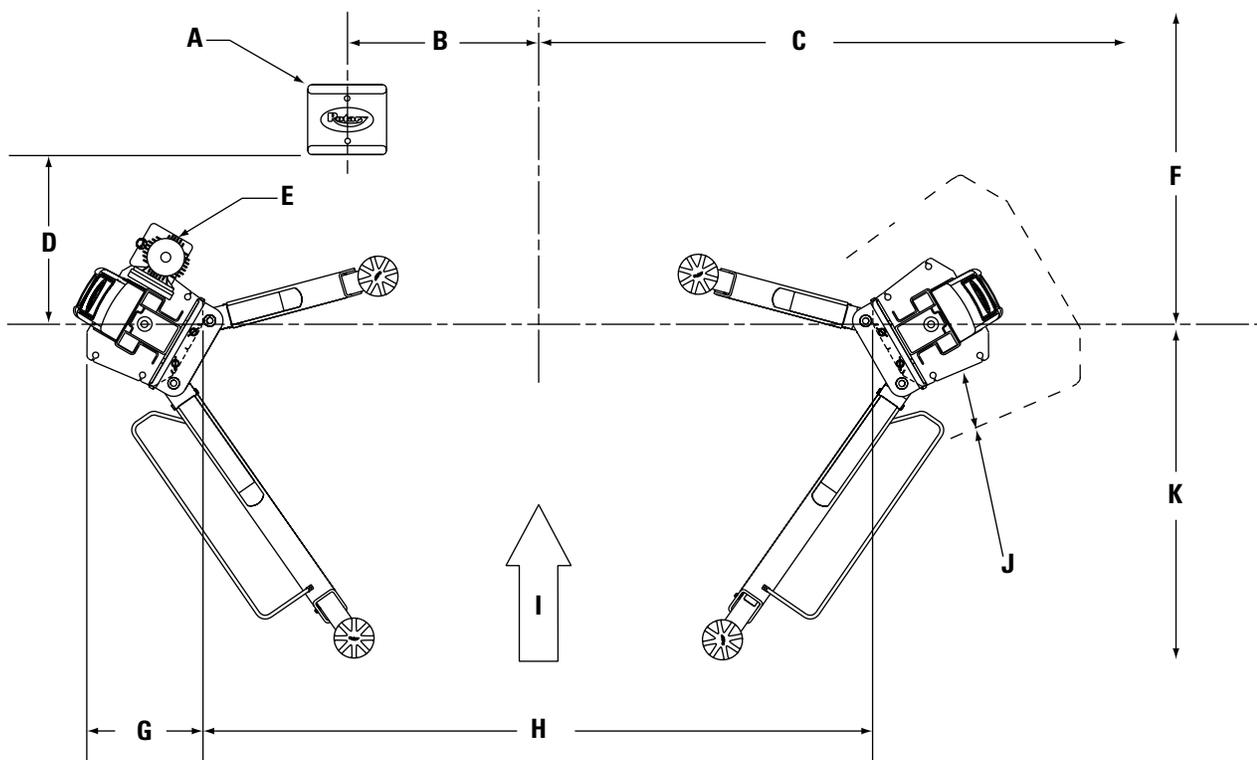
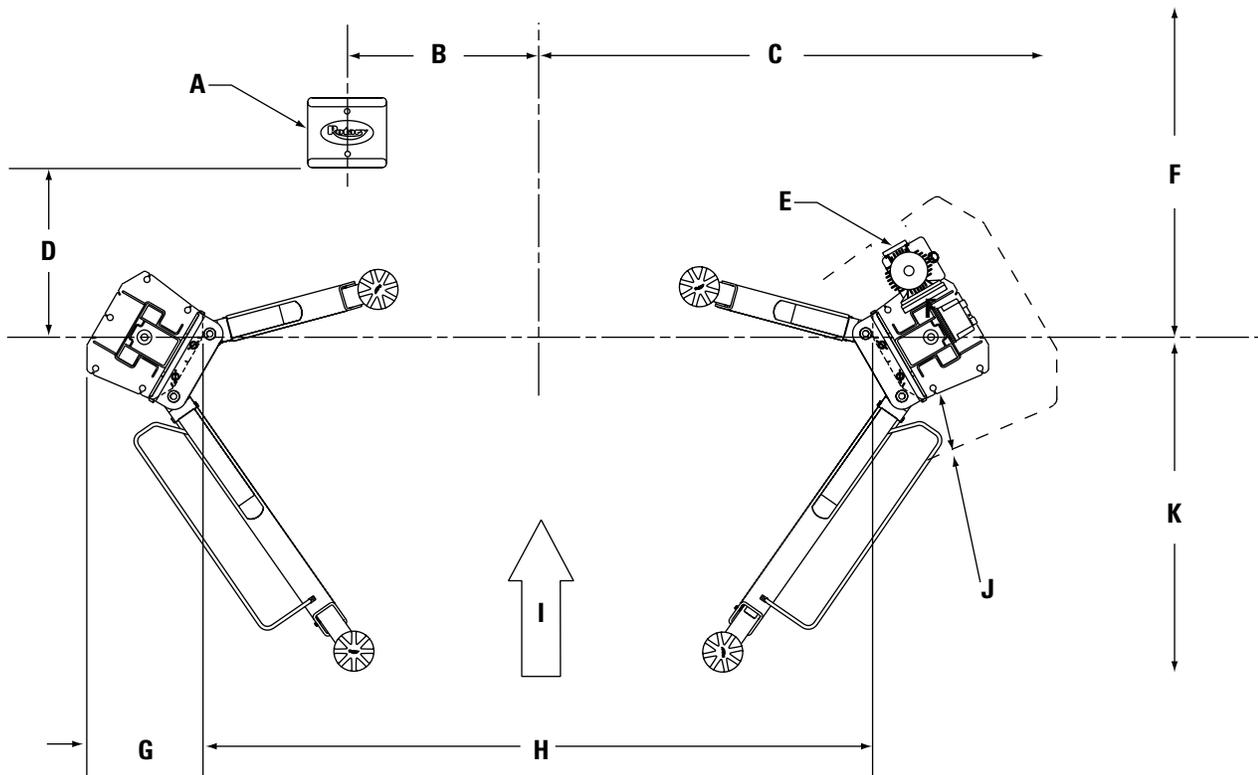

Fig. 1a
Fig. 2a
1. Ubicación del elevador: Use planos estructurales para ubicar el elevador. Las Fig. 1a, 1b ó Fig. 2a, 2b muestran las dimensiones del diseño usual de un compartimento.
5. Ajuste del elevador: Coloque las columnas en el compartimento usando las dimensiones indicadas en Fig. 1a, 1b ó Fig. 2a, 2b. Con la columna apoyada en el suelo, dos personas pueden elevar la parte superior de la columna y andar hacia la base. A medida que la columna se acerca a la posición vertical, una de las dos personas debe desplazarse hacia el lado opuesto de la columna y ayudar a colocar lentamente la columna en posición recta sobre su base. Ambos cruceros principales de la placa base de la columna deben cuadrarse en el eje longitudinal del elevador. En cada placa base hay muescas que indican el eje longitudinal del elevador. Use el equipo adecuado para elevar el carro de grúa hasta la primera posición de trinquete. Asegúrese de que el inmovilizador está enganchado de forma segura.